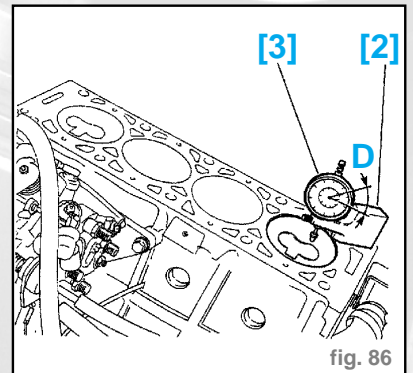

fig. 86
- Monter le comparateur sur le support et l'étalonner sur la tablature (outils [2] - [3] (fig. 86).